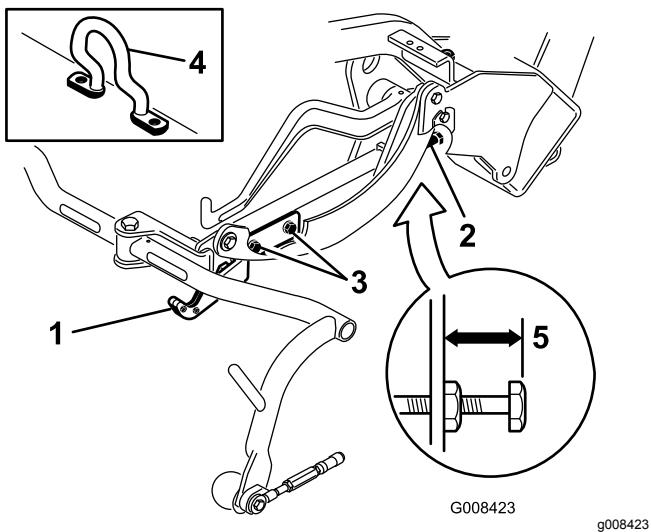
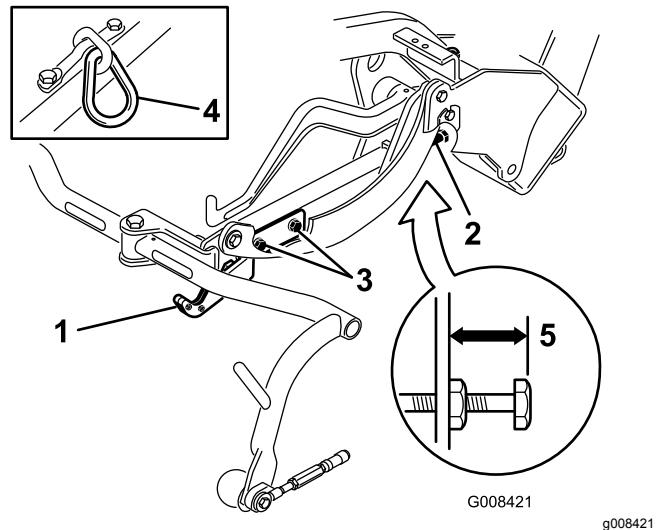
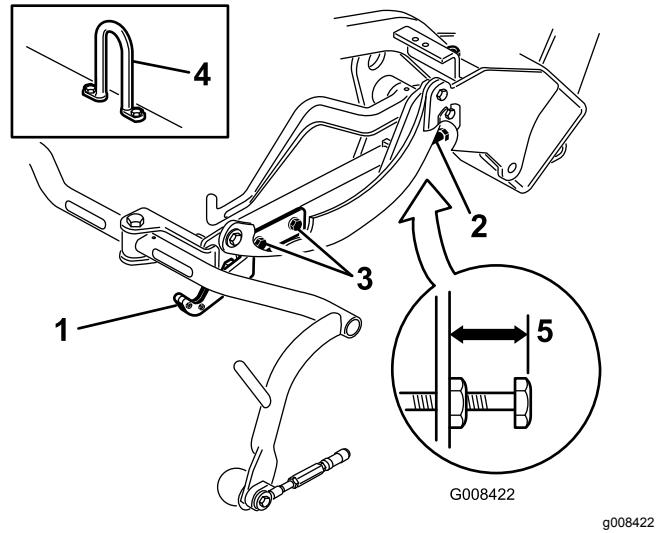

Figure 13
Figure 14
Figure 15
Vérifiez la hauteur de transport (Figure 14 et Figure 15) et ajustez-la au besoin.
2. Sur les unités de coupe équipées d'un crochet de levage décentré (Figure 13, détail), vérifiez qu'un espace de 25 mm existe entre le haut de la vis de réglage du bâti porteur et l'arrière du bâti porteur. Si l'espace n'est pas correct, passez à l'opération 4.
3. Sur les unités de coupe équipées d'un maillon de chaîne ou d'un crochet de levage droit (Figure 14 et Figure 15, détails), vérifiez qu'un espace de 22 mm existe entre le haut de la vis de réglage du bâti porteur et l'arrière du bâti porteur. Si l'espace n'est pas correct (22 mm), passez à l'opération 4. Si l'unité de coupe est équipée d'un crochet de levage décentré (Figure 13), passez à l'opération suivante.
4. Desserrez les vis de fixation de la plaque de transport (Figure 14, Figure 15 et Figure 13).
- Si les bâts porteurs ne sont pas tous à la même hauteur, desserrez l'écrou de blocage de la vis de réglage sur chaque bâti (Figure 13, Figure 14 et Figure 15). Tournez la vis vers l'extérieur pour éléver le bâti ou vers l'intérieur pour l'abaisser. Serrez l'écrou de blocage une fois que vous avez obtenu la hauteur correcte.